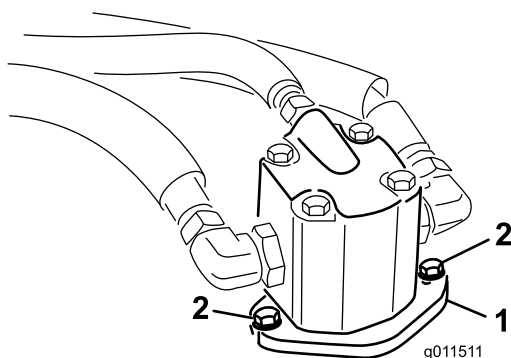

Figura 1
2. Retire os parafusos que fixam os motores hidráulicos à plataforma (Figura 1).